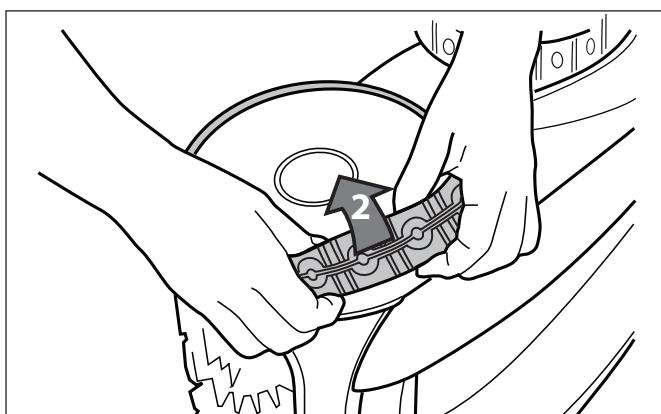

Figura 34. Retire el neumático viejo
2. Retire el neumático viejo (Figura 34).